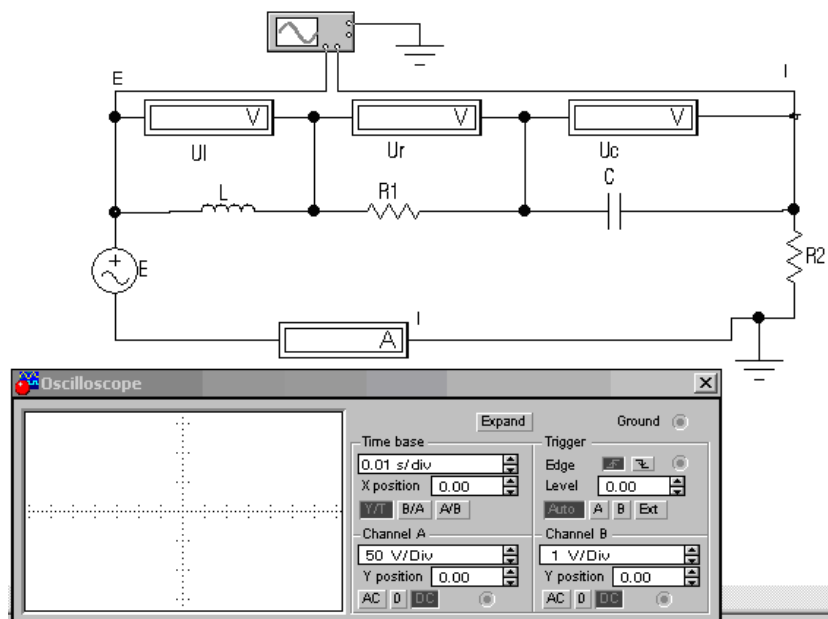

Рис.5. Схема исследования RLC - цепочки
4. Зарисовать исследуемые электрические схемы (см. рис. 5, а. б).
5. Собрать схему, показанную на рис.5(а). Снять прямую ветвь ВАХ стабилитрона и занести результаты измерений в табл. 3.
6. Собрать схему, показанную на рис.5(б), снять обратную ветвь ВАХ и занести результаты измерений в табл. 4.